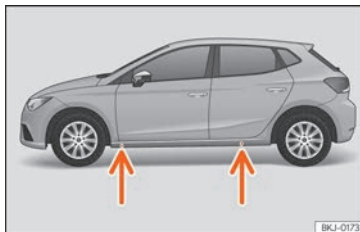

Fig. 76 Punti di appoggio per il cric.
- Individuare nel longherone il punto di appoggio del cric [zona avvallata] più vicino alla ruota da sostituire »» **fig. 76.**